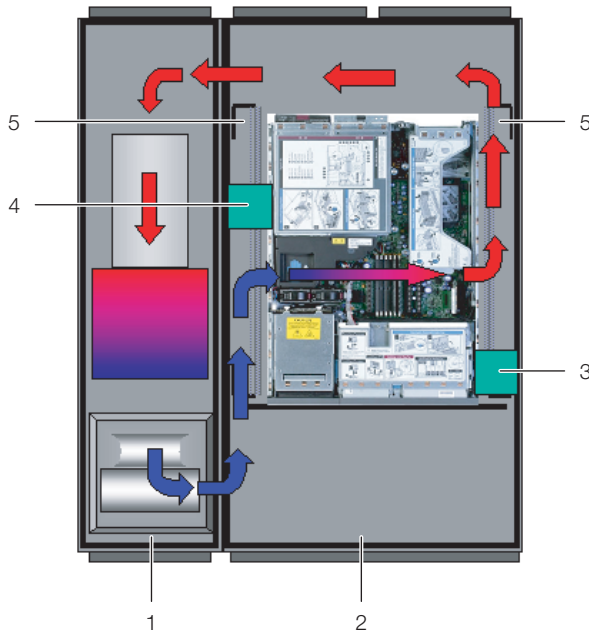

Abb. 15: Anordnung der Schaumstoffstreifen bei seitlich durchströmten Geräten (Draufsicht) – LCP Rack DX
- Sind im Serverschrank mehrere seitlich durchströmte Geräte eingebaut, schneiden Sie entsprechend mehrere Stücke aus dem Schaumstoffstreifen heraus, so dass sich schließlich auf der Höhe jedes seitlich durchströmten Geräts links oder rechts am Serverrack eine Aussparung im Schaumstoffstreifen befindet. Achten Sie darauf, dass sich auf der Warmluftseite der Geräte keine Aussparungen befinden (Abb. 15, Pos. 3).
- Befestigen Sie diese Schaumstoffstreifen nach hinten versetzt auf der Kaltluftseite der Geräte (Abb. 15,
Die Schaumstoffstreifen können zwischen der vorderen und hinteren Stütze des Serverrack über die gesamte Tiefe an den seitlich durchströmten Geräten angebracht werden (Abb. 15, Pos. 5).